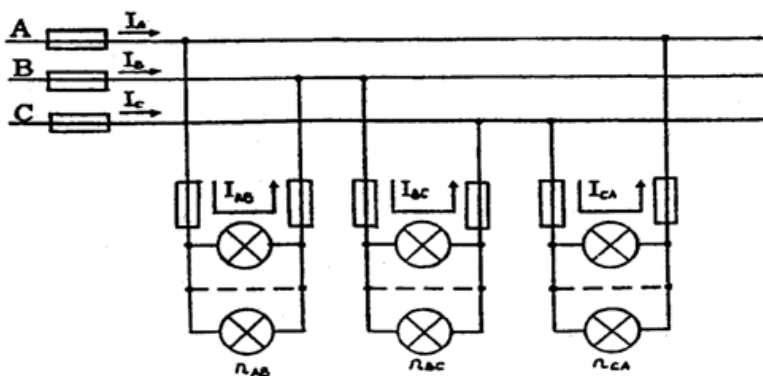

Рисунок 36 – Электрическая схема
В трехпроводную сеть трехфазного тока (рис. 36) с линейным напряжением  $U_L = 220 \text{ В}$ , включены по схеме "треугольник" три группы ламп накаливания одинаковой мощности. В каждой фазе (группе) лампы соединены параллельно. В среднем сопротивление одной лампы составляет  $R_{\text{лампы}} = 242 \text{ Ом}$ . Число ламп в каждой фазе (группе)  $n_{AB} = 11$  шт,  $n_{BC} = 22$  шт,  $n_{CA} = 33$  шт. Определить ток  $I_{\text{лампы}}$ ; напряжение  $U_{\text{лампы}}$ ; мощность  $P_{\text{лампы}}$ , на которые рассчитана лампа; токи  $I_{AB}; I_{BC}; I_{CA}$  протекающие в фазных проводах; мощности  $P_{AB}, P_{BC}, P_{CA}$ , потребляемые каждой фазой и всей цепью. Построить в масштабе векторную диаграмму напряжений и токов и из нее графически определить величины линейных токов.
**Задача 4.2** В трехпроводную сеть трехфазного тока (рисунок 36), включены по схеме "треугольник" три группы электрических ламп накаливания одинаковой мощности. В каждой фазе (группе) лампы соединены параллельно.